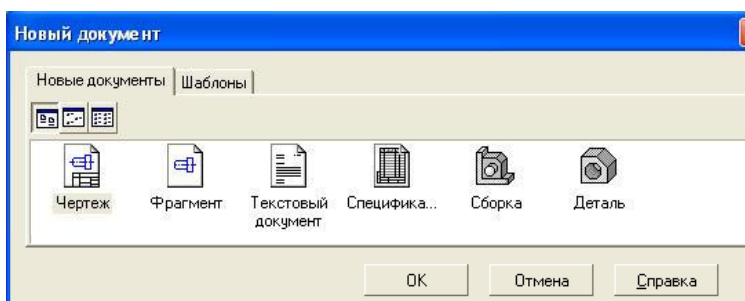

Рисунок 9.5 - Диалоговое окно для выбора типа документа
Для того чтобы создать новый документ, необходимо щелкнуть по кнопке  **Создать** или одновременно нажать сочетание клавиш (**Ctrl+N**). После этого появится диалоговое окно **Новый документ** (рис. 9.5).
- 2) в появившемся диалоговом окне (рис. 9.5) щелкнуть мышью по пиктограмме документа, который нужно создать, – **Чертеж**.